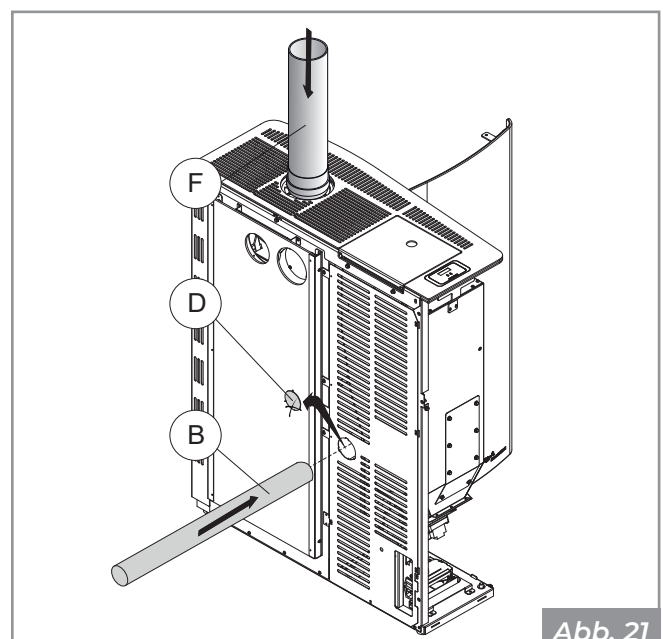

Abb. 21
- Entfernen Sie das vorgeschchnittene Blech (D) von der Rückwand. Schließen Sie den Verbrennungsluftschlauch (B) an den 90°-Bogen an, führen Sie ihn durch das freie Loch in der Rückwand und schließen Sie ihn dann an einen externen Lufteinlass an. Schließen Sie das Rauchabzugsrohr an (**F - Abb. 21**).